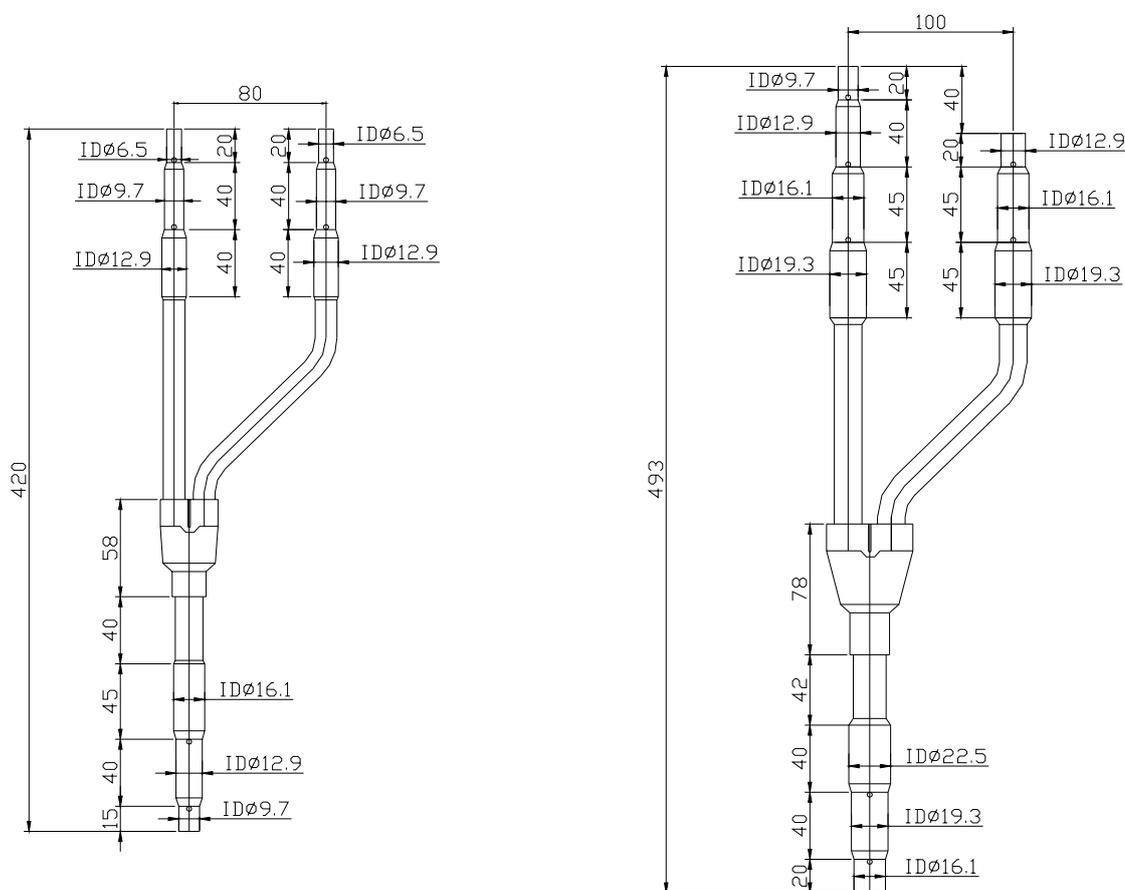
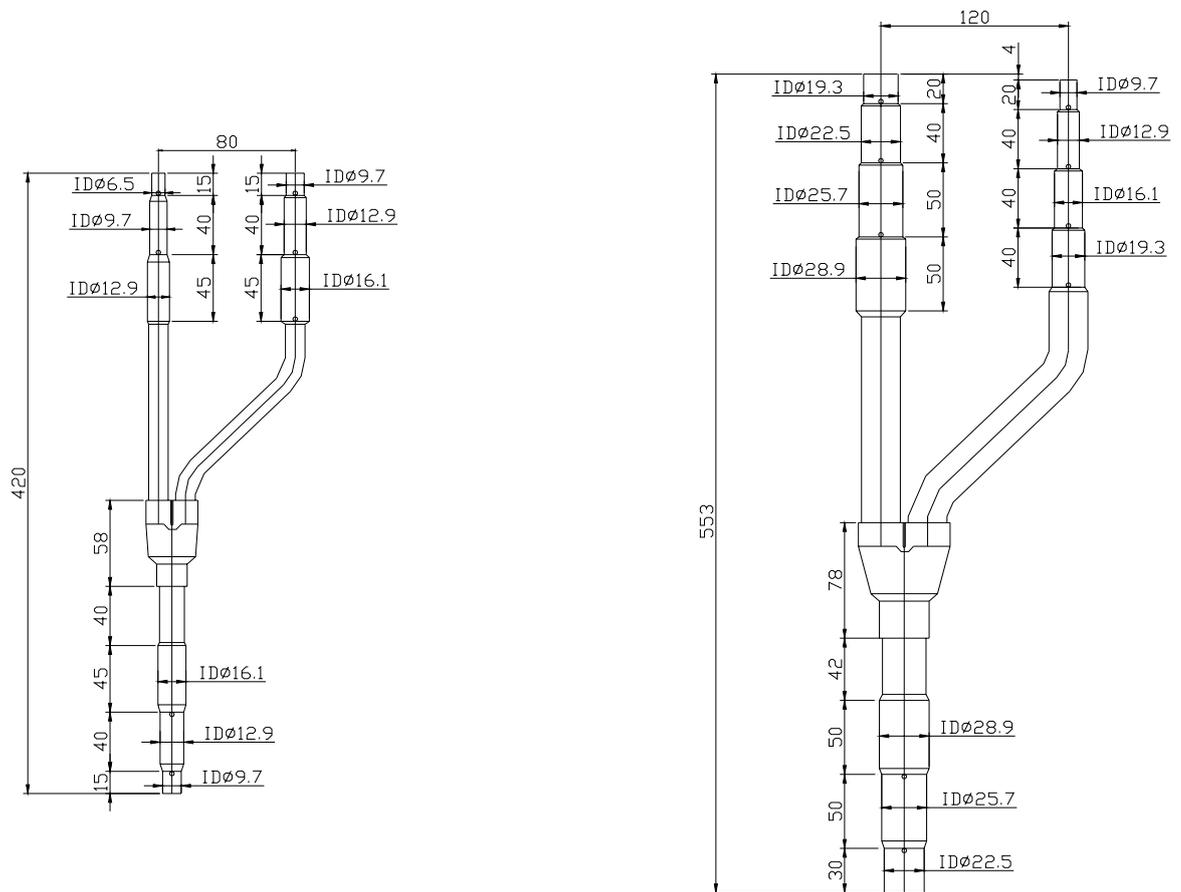

Рис.5.2-Геометрические параметры разветвителей FQ01
Рис.5.3-Геометрические параметры разветвителей FQ02
5.4.1 Для создания сети межблочной фреоновой трассы применяются комплекты разветвителей FQ01 и FQ2 (рис. 5.2 и рис. 5.3)